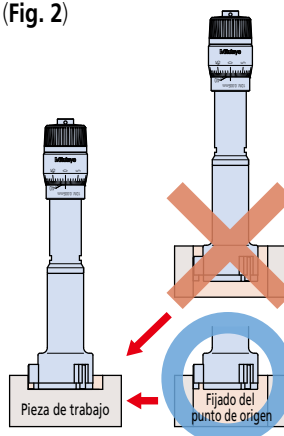

Fig. 1
4. Si mide utilizando solo la punta del tope, asegúrese de establecer el punto de origen en la misma profundidad dentro del anillo de calibración. (Fig. 1)